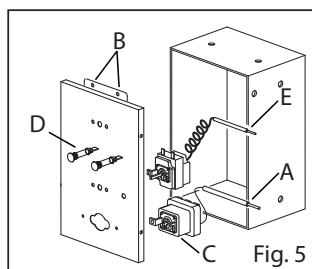

Fig. 5
- Rimuovere il bulbo della valvola dalla vasca (Fig. 5/A)
- Rimuovere il coperchio (Fig. 5/B)
- Svitare il termostato dal coperchio e rimuovere il termostato (Fig. 5/C)
- Rimuovere il bulbo della valvola dalla vasca (Fig. 5/E)
- Rimuovere coperchio (Fig. 5/B)
- Montare la nuova lampadina (Fig. 5/D)